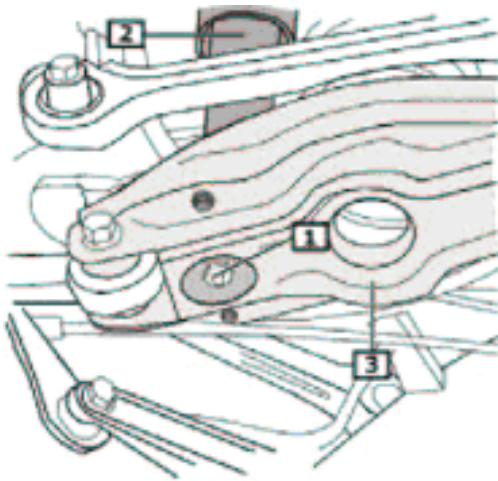
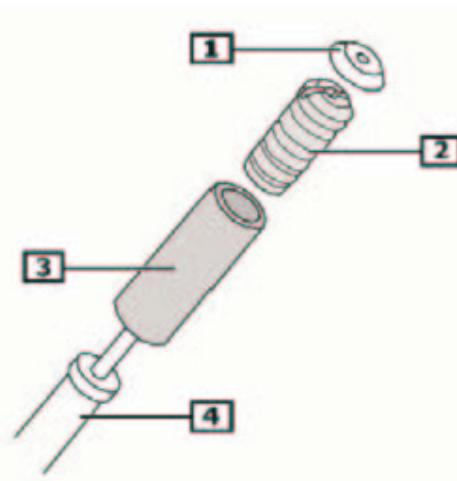

Fig. 10:
Fig. 11:
- **Fig. 10** Stoßdämpfer entnehmen. (2)
- Querlenker (3) unterstützen und Schraube (4) entfernen. Querlenker vorsichtig ablassen und Originalfeder gegen SACHS Performance Feder austauschen.
- **Fig. 11** Stützscheibe ausbauen. (1)
- **Fig. 10** Remove shock absorber. (2)
- Support track control arm (3) and remove screw (4). Carefully put down track control arm, and replace standard spring with SACHS Performance spring.
- **Fig. 11** Remove supporting disc. (1)
- **Fig. 10** Retirer l'/les amortisseur(s). (2)
- Soutenir le bras transversal (3) et enlever la vis (4). Abaisser lentement le bras transversal et échanger le ressort d'origine avec le ressort SACHS Performance.
- **Fig. 11** Démonter la plaque chevalante (1)
- **Fig. 10** Retirar amortiguador. (2)
- Sujete el brazo de dirección transversal (3) y retire los tornillos (4). Baje el brazo de dirección transversal con cuidado y sustituya el muelle original por el muelle SACHS-Performance.
- **Fig. 11** Desmontar el disco de soporte. (1)
- **Fig. 11** Stoßdämpfer zusammenbauen.
- **Fig. 10** Gummilager am Stoßdämpfer anbringen.
- **Fig. 11** Assemble shock absorber.
- **Fig. 10** Put rubber bearing on shock absorber.
- **Fig. 11** Assembler l'amortisseur.
- **Fig. 10** Asseoir le lit en caoutchouc sur l'amortisseur.
- **Fig. 11** Montar amortiguador.
- **Fig. 10** Poner el rodamiento de goma en el amortiguador.